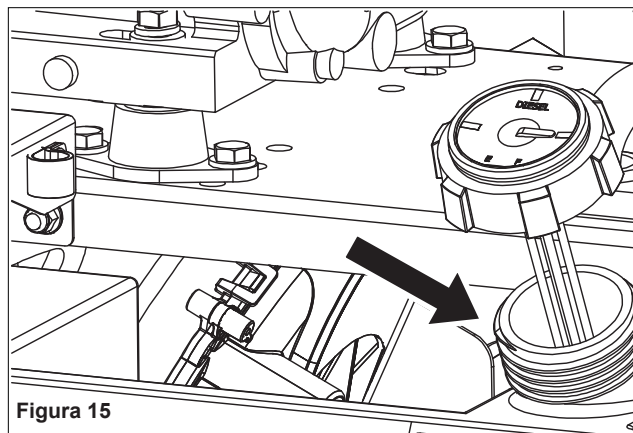

Figura 15
1. **IDENTIFIQUE** la tapa de llenado de diésel y retírela (ver Figura 15).